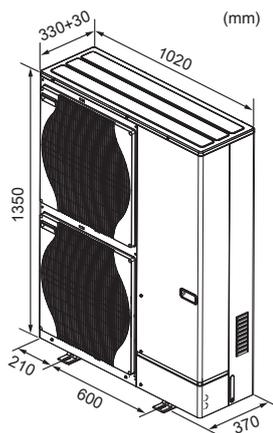

Fig. 2-2
2.2. Zunanje dimenzije (zunanja enota) (Fig. 2-2)